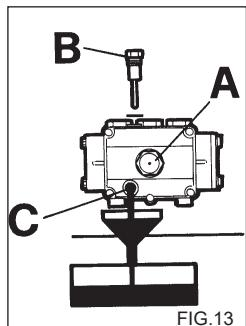

FIG.13
- 2) Desataraxe a tampa com a vareta de controlo do nível (fig. 13).